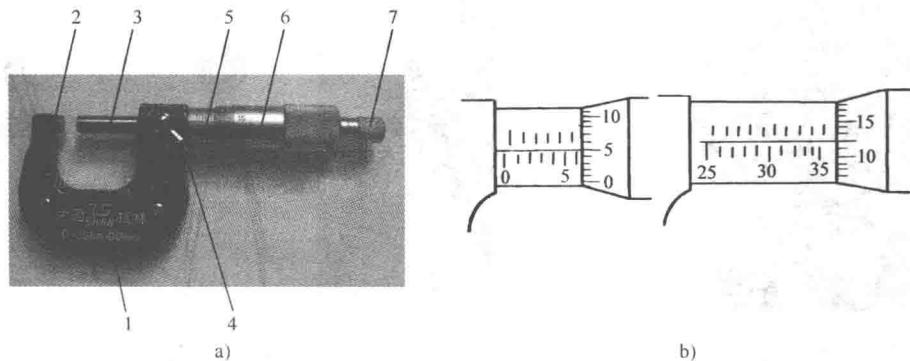

图 2-6 千分尺
(6) 千分尺 千分尺是一种精度较高的量具，如图 2-6 所示。用千分尺测量和读数的步骤如下：